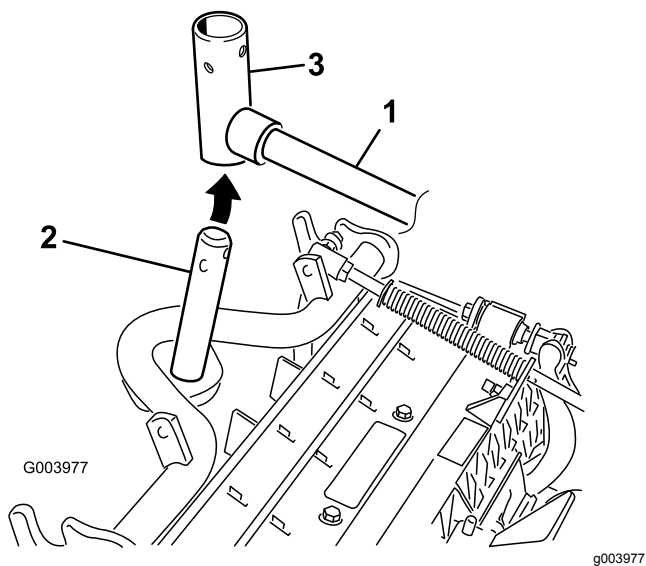

Figura 11
8. En el caso de las unidades de corte delanteras, deslice una unidad de corte debajo del brazo de elevación mientras coloca el eje del bastidor de tiro en la horquilla de pivote del brazo de elevación (Figura 11).
- B. Introduzca la horquilla del brazo de elevación en el eje del bastidor de tiro (Figura 11).